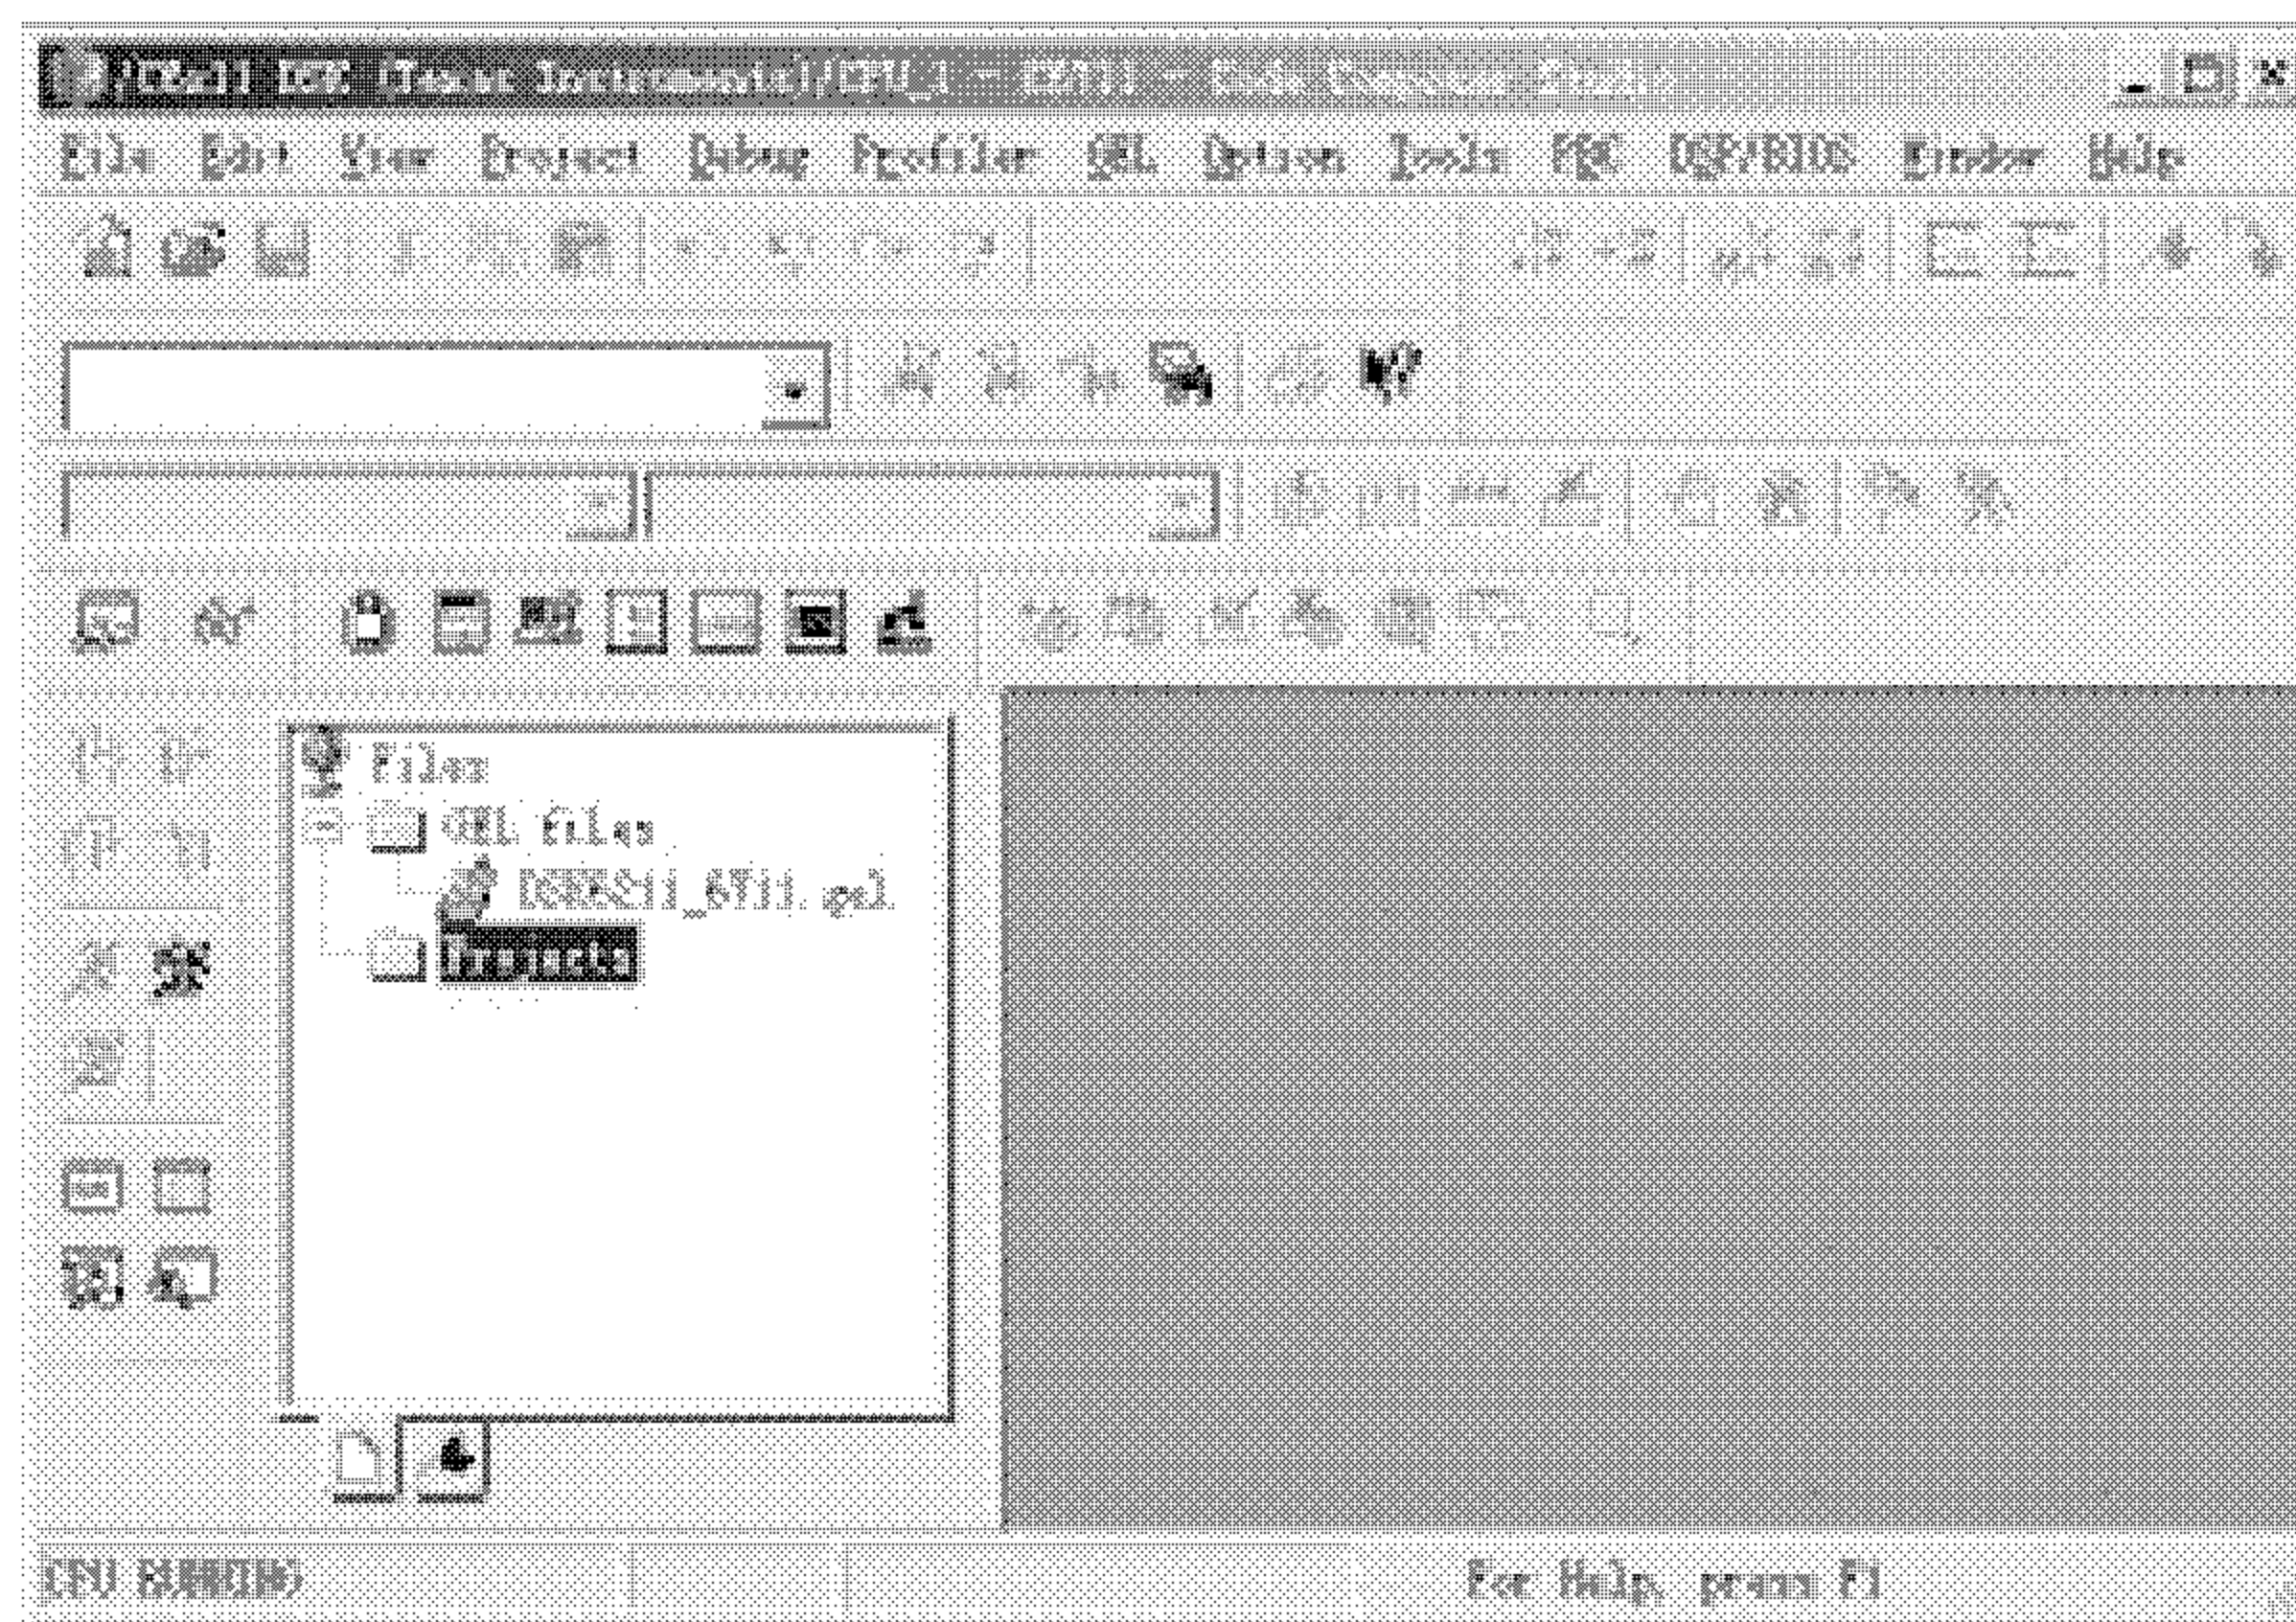

图 3.4 CCS IDE 的主界面
(6) 点击 CCS 配置窗口的 **Save and Quit** 按钮，保存当前配置并退出 CCS 配置程序。
(7) 双击桌面上的 **CCS 2** 图标(在退出 CCS 配置程序时，系统会询问是否启动 CCS，选择 **Yes** 启动 CCS)，会出现一个 **CCS:Parallel Debug Manager** 调试工具栏。
(8) 从 **Open** 菜单中选择已配置好的目标板或软件模拟器，打开 CCS IDE，CCS IDE 的主界面如图 3.4 所示。